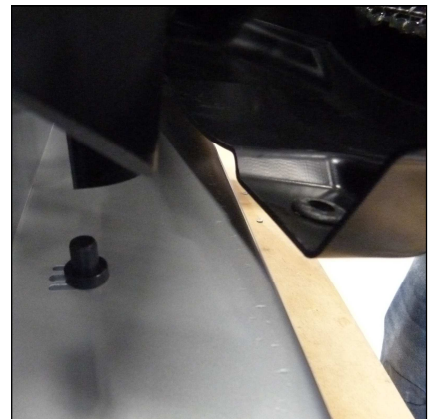

Abb. 2 - Aufsteckstutzen
- Lüfterabdeckung positionieren, Aufsteckstutzen beachten (Abb. 2).
- Rohrleitungsver schraubung des Kühlers 1.Stufe lösen (Abb. 2).